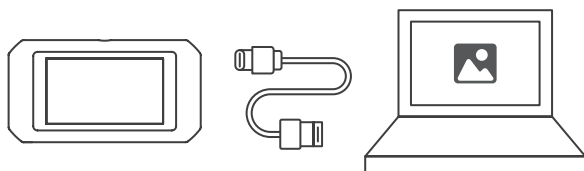

Figura 4.1.1
2. Conecte la cámara TC003 a una computadora Windows con el Cable USB suministrado (ver figura 4.1.1).